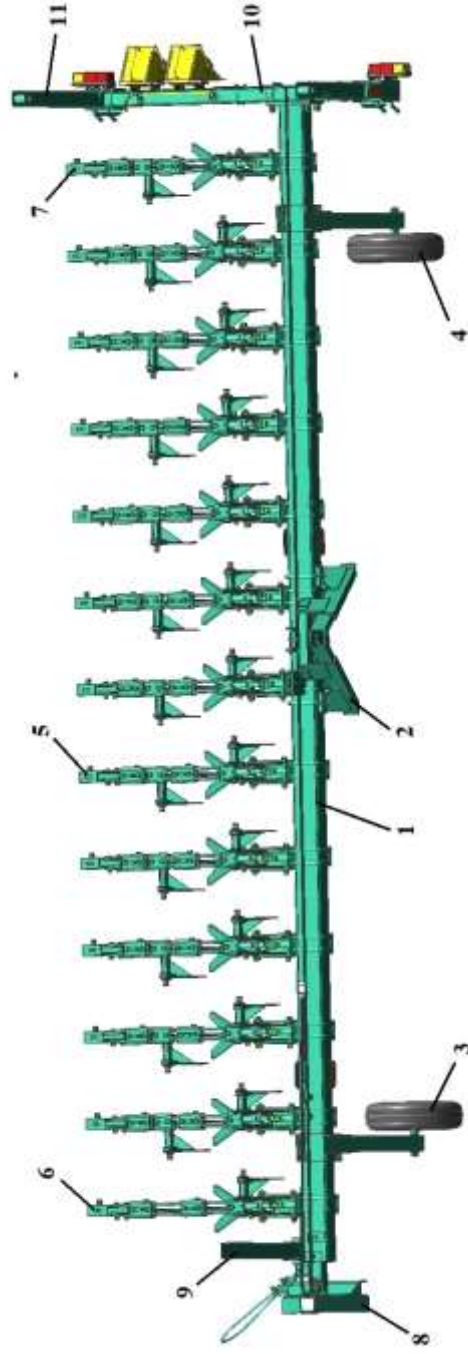

Рисунок 1 – Общий вид культиватора УСКМ-5,4
3.1 Культиватор УСМК (рис. 1) представляет собой машину, которая состоит из рамы 1 (брус квадратного сечения 140х140мм), на которую крепятся: навеска рабочая 2 (крепится к раме хомутами), два опорных колеса 3 и 4, секции рабочих органов 5, 6 и 7, навеска транспортная 8, балка 10 и стойки 11 транспортных колес.